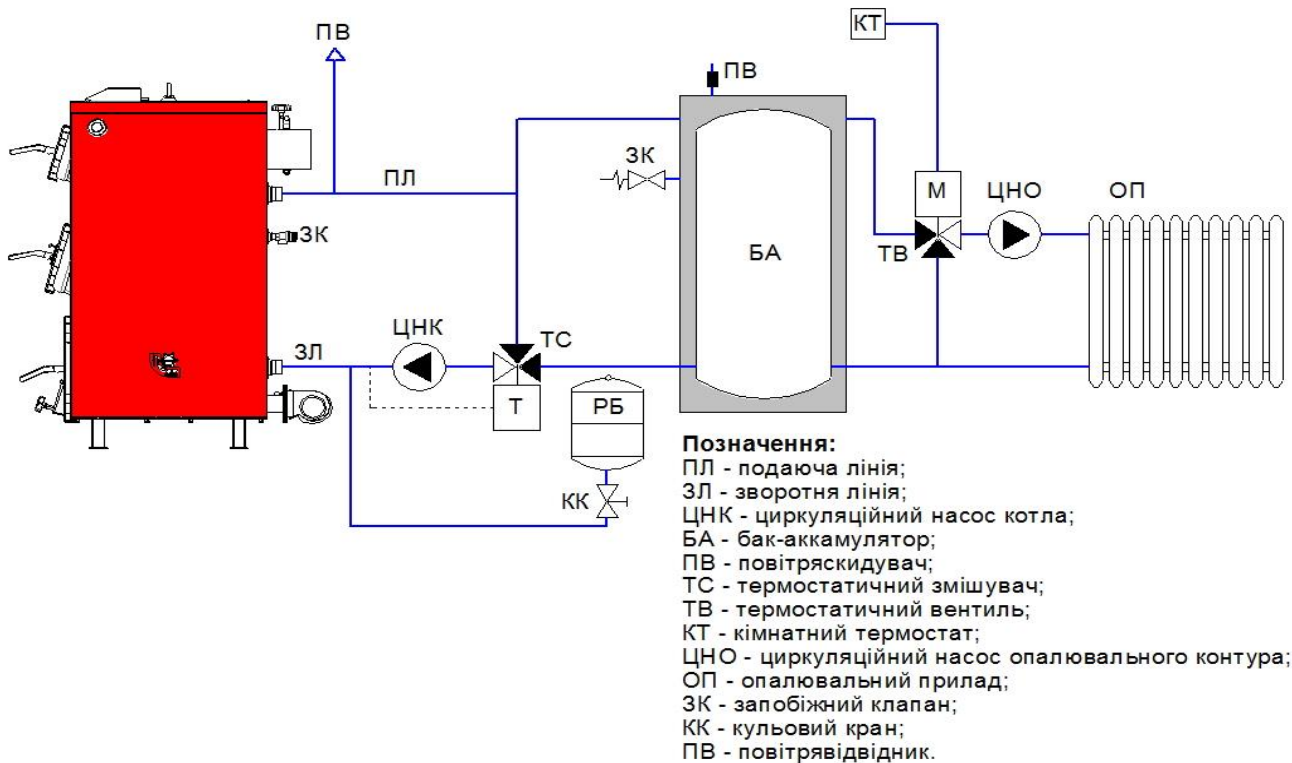
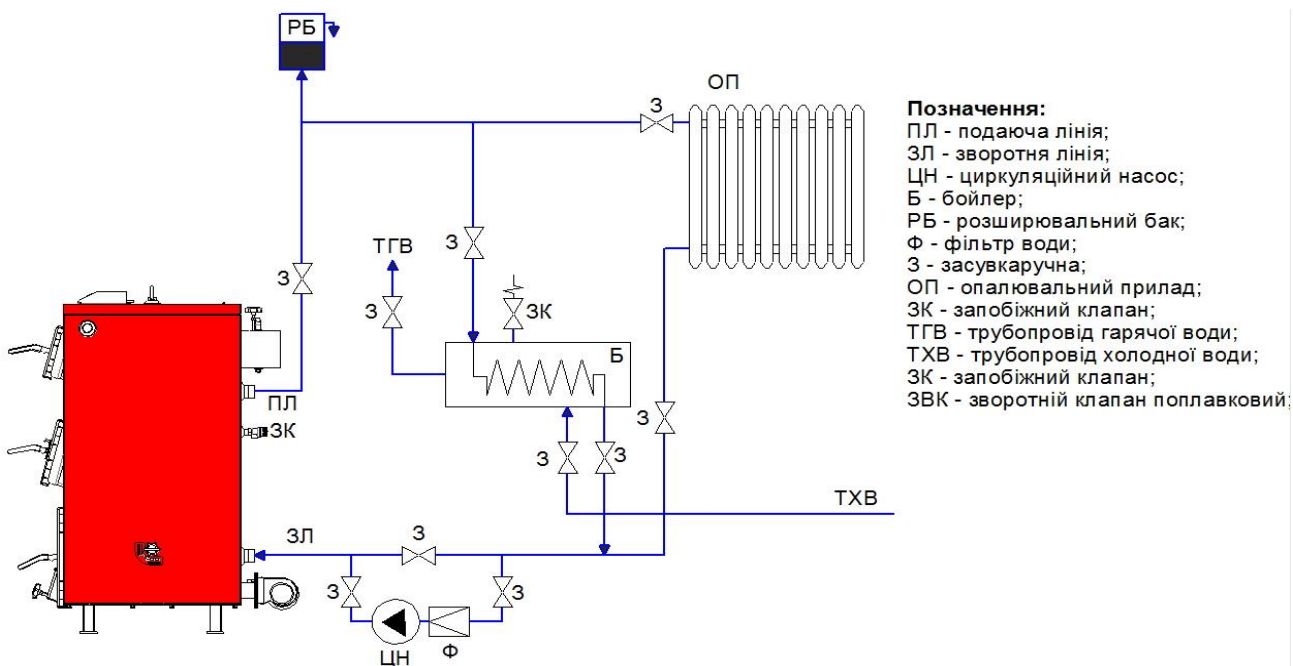

Рис.6 Схема обв'язки котла з баком акумулятором (рекомендована)
Рис.7 Схема обв'язки котла з бойлером (рекомендована)
7.5.4. Типові схеми обв'язки котла наведені на Рис.6, Рис.7